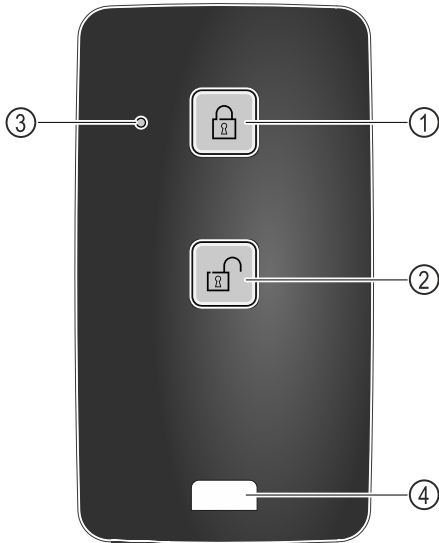

Fig. 139
- ▶ Premere il tasto Fig. 139 (1) sul telecomando.
- ▶ Premere il tasto Fig. 139 (2) sul telecomando.
- ▶ Il LED di stato Fig. 139 (3) fornisce un feedback visivo quando viene premuto un pulsante.
- ▶ Occhiello Fig. 139 (4) per agganciare il telecomando, ad esempio a un portachiavi.